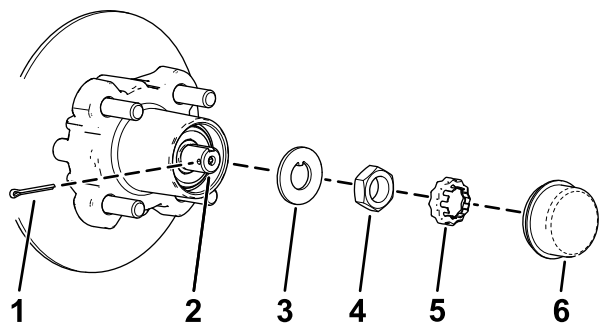
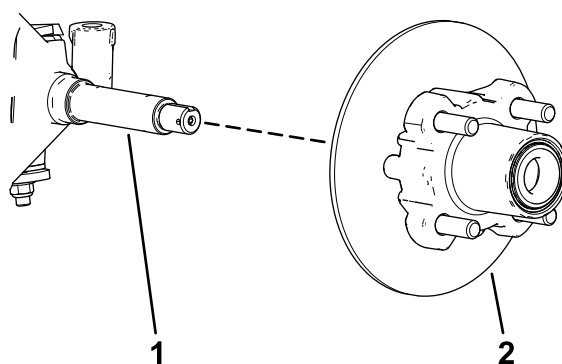

Figura 36
Figura 37
4. Rimuovete il coperchietto antipolvere dal mozzo (Figura 36).
5. Rimuovete la coppiglia e il fermadado dal mandrino e dal relativo dado (Figura 36).
6. Rimuovete il dado del mandrino dal mandrino e separate il gruppo mozzo e rotore dal mandrino (Figura 36 e Figura 37).